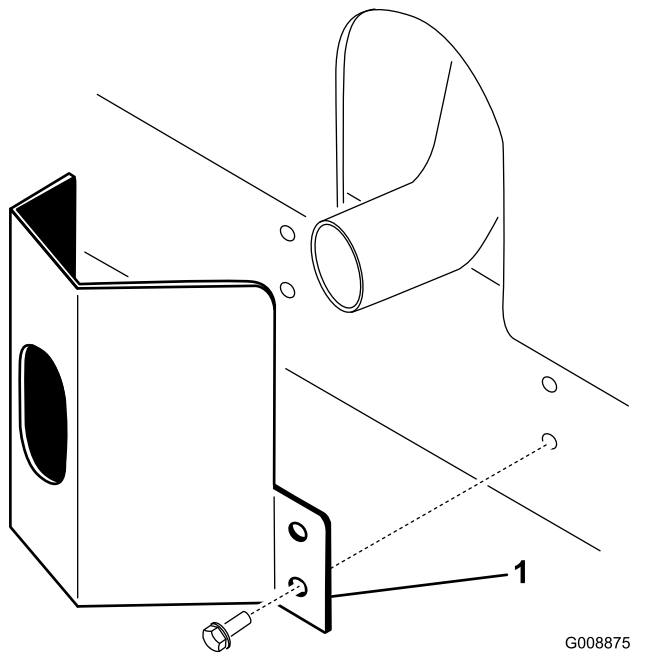

Figure 9
1. Placez la protection de l'échappement autour du silencieux et alignez les trous de montage avec ceux du cadre (Figure 9).
2. Fixez la protection de l'échappement au cadre à l'aide de 4 vis autotaraudeuses (Figure 9).